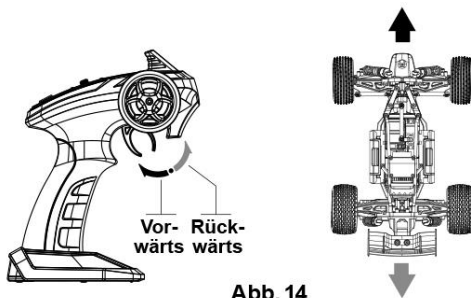

Abb. 14
- (3) Legen Sie den Finger auf den Auslöser der Fernsteuerung und drücken ihn nach hinten, der Rennwagen fährt nach vorne; drücken Sie den Auslöser nach vorne, fährt das Auto rückwärts (Abb. 14)